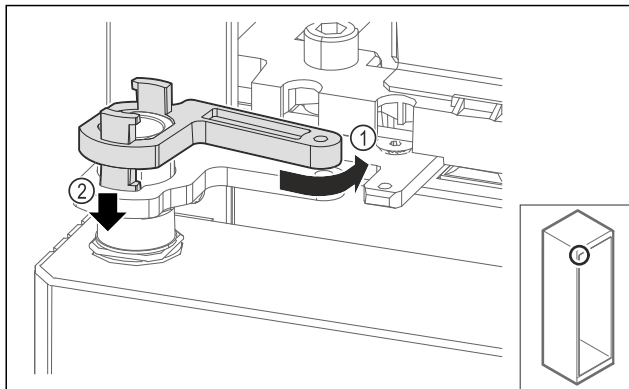

Fig. 71
- ▶ Rrotulloni paksa mbrapa bazamentin mbështetës të bllokimit Fig. 71 (1), shtyjeni për poshtë Fig. 71 (2) dhe bllokojeni në profilin e menteshës.